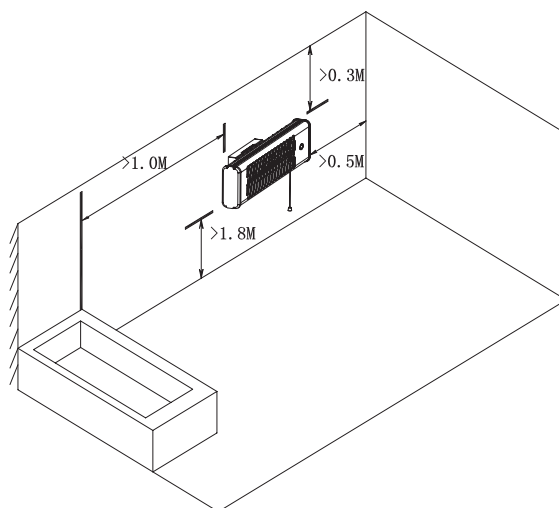

Figure 2
6. Positionnez le dispositif de chauffage conformément aux exigences d'espacement indiquées dans la figure 2 ci-dessous.